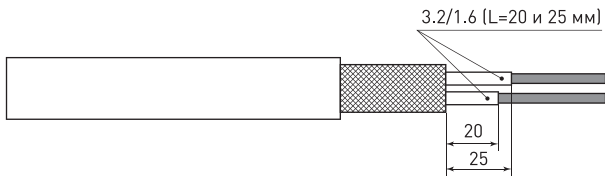

Рисунок 4
5.9 На токопроводящие жилы (с обеих сторон) надеть термоусадочные трубки 3.2/1.6 длиной 20 мм и 25 мм (рисунок 4). Усадить их при помощи воздушного термопистолета (температура гарантированной усадки от 125°C до 200°C).